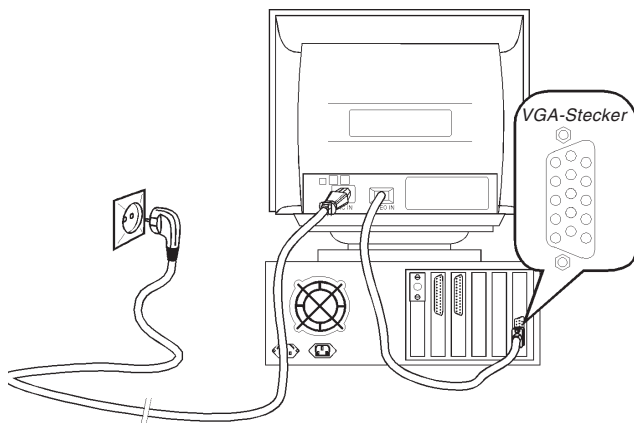

Abbildung 2. Monitor an den PC anschließen
2. Schließen Sie das VGA-Kabel wie in Abbildung 2 gezeigt an den PC und das Netzkabel an eine geerdete Schuko-Steckdose an.